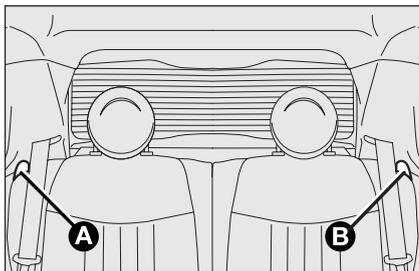

fig. 53
- actionner les leviers **A** ou **B**-fig. 53 pour débloquer respectivement la partie gauche ou droite du dossier et relier le dossier sur le coussin.
- actionner les leviers **A** et **B**-fig. 53 pour débloquer les dossiers et les replier sur les coussins.